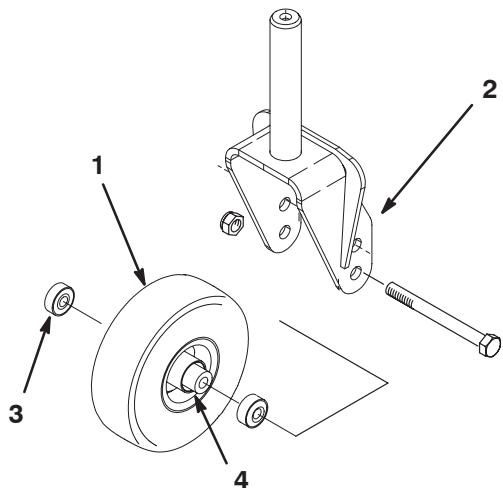

Bild 28
1. Nehmen Sie die Sicherungsmutter von der Kopfschraube ab, die die Laufradgruppe zwischen der Laufradgabel hält (Bild 28). Halten Sie das Laufrad fest und schieben die Kopfschraube aus der Gabel oder vom Gelenkarm ab.
2. Entfernen Sie das Lager aus der Radnabe und lassen Sie das Lagerdistanzstück herausfallen (Bild 28). Entfernen Sie das Lager aus der gegenüberliegenden Seite der Radnabe.